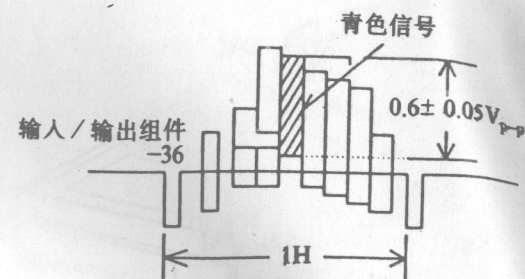

图13
②以SP方式用空白磁带记录NTSC彩条信号, 然后重放刚才录下的部分;
③调节VR8010, 使青色电平为 $0.6 \pm 0.05\text{V}_{\text{P-P}}$, 如图13所示。
(6) SECAM 抑制器的调试